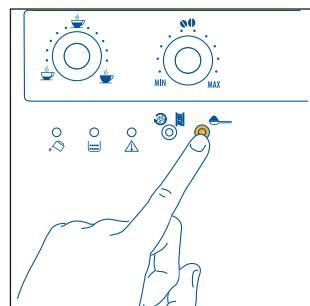

Fig. 18
1. Prima a tecla ☕ para seleccionar a função de café pré-moído (fig. 18). A luz situada no interior da tecla acende-se, indicando que a função foi seleccionada e que se excluiu o funcionamento do moinho de café.